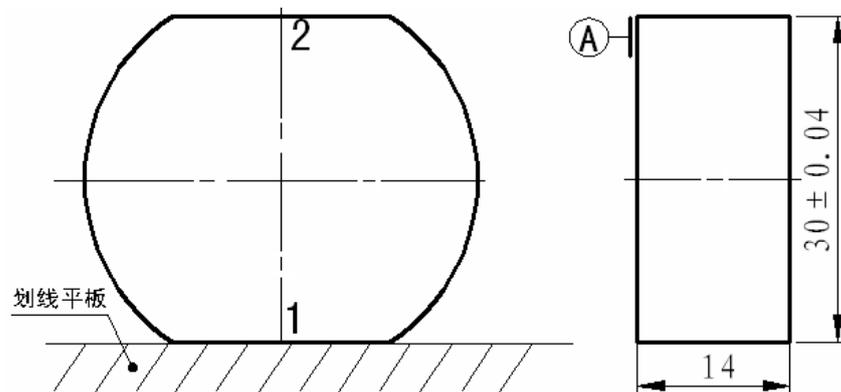

图 1-4 加工 2 面
(2)在面 1 加工完成达到要求后,以面 1 为基准,先将工件放到划线平板上,用高度划线尺划出 30mm 高度线条,然后锉削加工到划线处作为面 2(如图 1-4 所示),再精加工达到平面度和与大面 A 的垂直度,且与面 1 达到平行度要求,用游标卡尺控制尺寸达到  $30 \pm 0.04\text{mm}$ (如图 1-5 所示)。